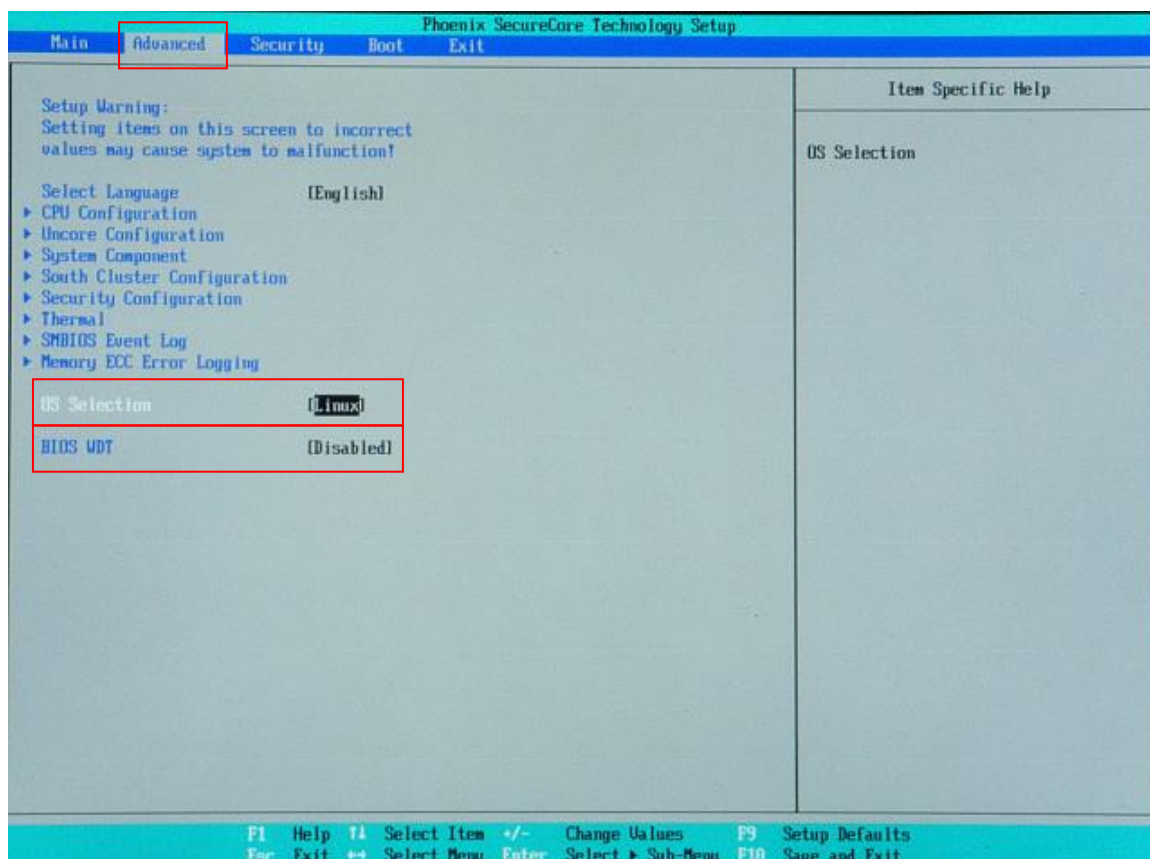

図 6-1-2. BIOS 設定 Advanced メニュー
- ① LAN ケーブルが接続されている場合は、LAN ケーブルを取り外してください。
- ② USB メモリ、SD カードなどのストレージメディアが接続されている場合は、ストレージメディアを取り外してください。また、サブストレージ（mSATA2）が接続されている場合は、サブストレージを取り外してください。
- ③ USB-DVD ドライブにリカバリ DVD を入れ FC シリーズ本体に接続します。
- ④ USB キーボード、USB マウスを接続します。
- ⑤ 電源を入れます。BIOS 起動画面が表示されたところで [F2] キーを押し、BIOS 設定画面を表示させます。
- ⑥ BIOS 設定画面が表示されたら、[Advanced] メニューを選択します。（図 6-1-2）
- ⑦ [OS Selection] を [Linux]、[BIOS WDT] を [Disabled] に設定します。
- ① 電源を入れ、BIOS 起動画面が表示されたところで [F2] キーを押し、BIOS 設定画面を表示させます。
- ② BIOS 設定画面が表示されたら、[Advanced] メニューを選択します。(図 6-1-2)
- ③ [OS Selection] を [Windows]、[BIOS WDT] を [Enabled] に設定します。
- ⑩ 電源を入れ、BIOS 起動画面が表示されたところで[F2]キーを押し、BIOS 設定画面を表示させます。
- ⑪ BIOS 設定画面が表示されたら、[Advanced]メニューを選択します。(図 6-1-2)
- ⑫ [OS Selection]を[Windows]、[BIOS WDT]を[Disabled]に設定します。